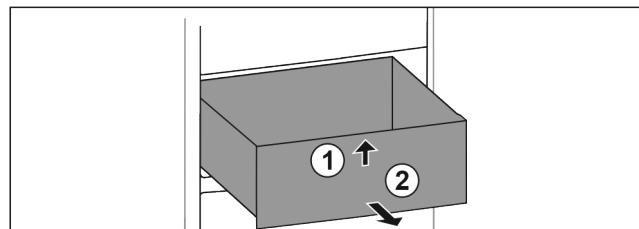

Fig. 38
- ▶ Podignite ladicu sprjeda. Fig. 38 (1)
- ▶ Izvadite ladicu prema naprijed. Fig. 38 (2)